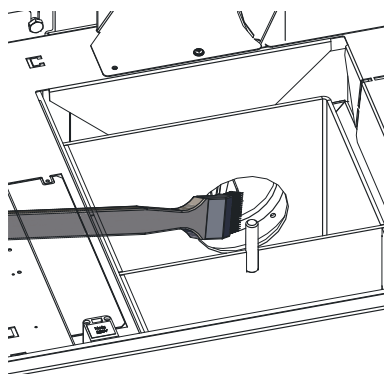

Fig. 49 Gebläserad reinigen und aussaugen
- ▶ Gebläserad mit Pinsel reinigen – Fig. 49.